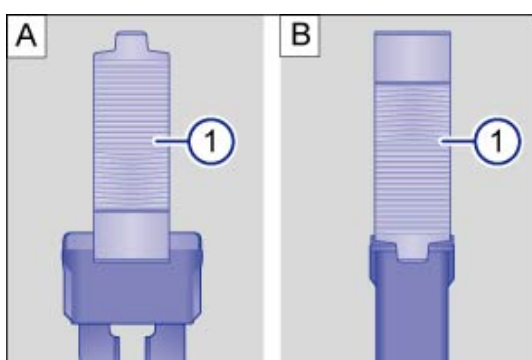

Fig. 243 Retirez le fusible à l'aide de la pince en plastique ou mettez-la en place : A : fusible enfichable plat, B : fusible-bloc.
- Selon la version du fusible, faites glisser l'agrafe appropriée de la pince en plastique → Fig. 243 A ou → Fig. 243 B latéralement sur le fusible.